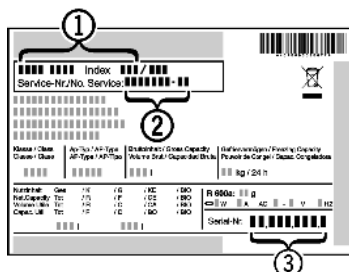

Fig. 5
- Наименование устройства Fig. 5 (1), сервисный № Fig. 5 (2) и серийный № Fig. 5 (3) считайте с заводской таблички. Заводская табличка находится внутри устройства слева.
- Обратитесь в сервисную службу и сообщите вид неисправности, наименование устройства Fig. 5 (1), сервисный № Fig. 5 (2) и серийный № Fig. 5 (3).